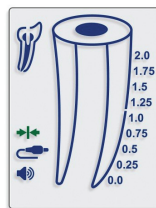

图 3
- 5.3.2. “连接”图标  应出现在屏幕上，表示连接正确（图 3）。